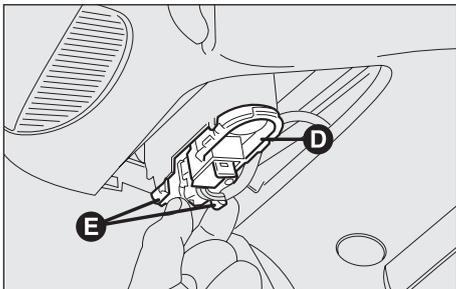

Abb. 49
– Die Lampenhalterungsgruppe (**D**, **Abb. 49**) durch Druck auf die Rückhaltefedern (**E**, **Abb. 49**) herausnehmen.
– Die Lampenhalterungsgruppe unter korrektem Einrasten der Rückhaltefedern (**E**, **Abb. 49**) wieder einsetzen.